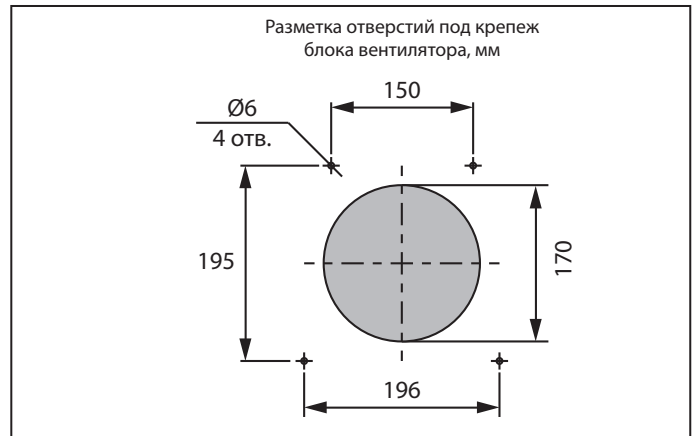

Рис. 10. Разметка отверстий под блок вентилятора
6. Установите в стене дюбели 5x25 и прикрепите блок вентилятора к стене универсальными шурупами 3x25, входящими в комплект поставки установки, (см. рис. 10).